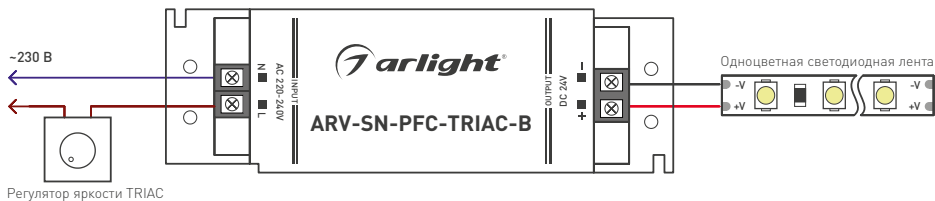

Рис. 1. Пример подключения источника питания.
- 3.5. Подключите провода обесточенной электросети или TRIAC-регулятора к входным клеммам источника питания со стороны «INPUT» согласно схеме, поставляемой с TRIAC-регулятором (пример подключения приведен на Рис. 1).